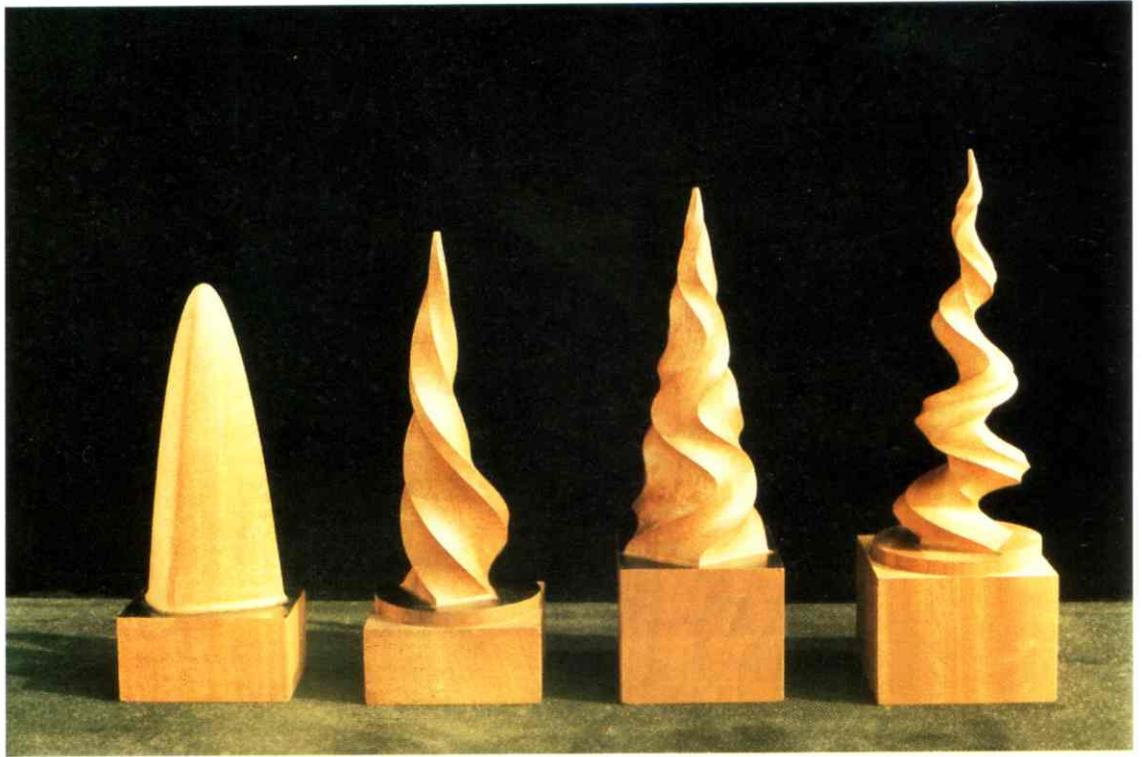

Figure 5 : Infosculptures fraisées en bois de sipo.
A.V. : Depuis quelques années, je cherche à sortir du domaine du bidimensionnel et à accéder à la troisième dimension, non pas simplement en réalisant des dessins d'objets tridimensionnels, mais en profitant de toutes les possibilités nouvelles offertes par la sculpture. On peut voir sur la figure 5 quatre «Infosculptures» réalisées dans du bois de sipo (sorte d'acajou) au moyen d'une fraiseuse à commande numérique. Le travail a été exécuté pour moi au Lycée professionnel Eugène Ronceray, de l'Académie de Versailles. Le «Chip»